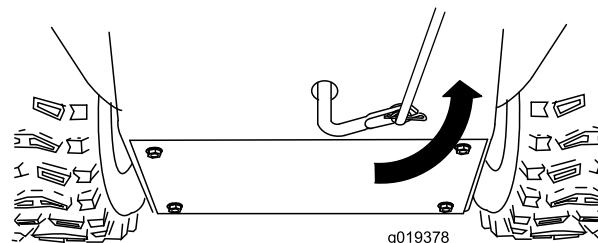

Figure 6
5. Tournez le bras de liaison inférieur complètement vers le haut (sens antihoraire) (Figure 6).